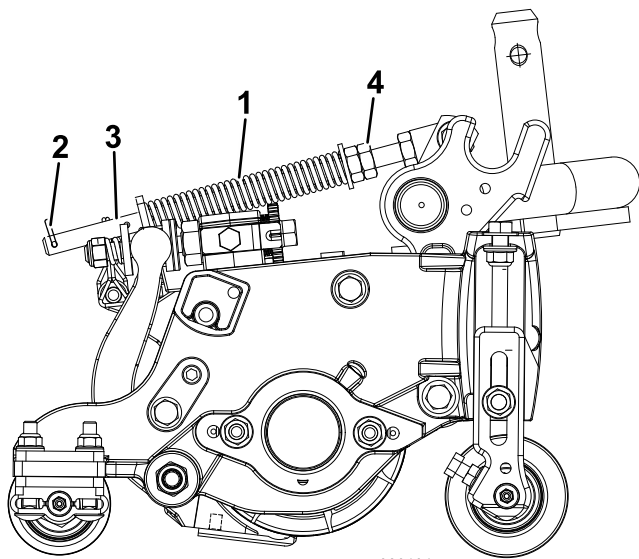

Рисунок 14
Пружина компенсации состояния грунта (Рисунок 14) переносит вес с переднего на задний каток. Это препятствует образованию на грунте волнообразных неровностей (так называемых «волн» или «трясок»).
6. Убедитесь, что игольчатый шплинт вставлен в заднее отверстие штока пружины (Рисунок 14).
7. Затяните шестигранные гайки в передней части штока пружины так, чтобы длина сжатой пружины (Рисунок 14) составляла 12,7 см на машине с 5-дюймовыми режущими блоками или 15,8 см на машине с 7-дюймовыми режущими блоками.